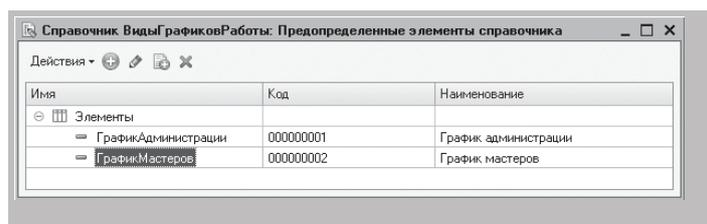

Рисунок 25.4 - Предeterminedенные графики работы
2.2 На закладке **Прочее** создадим для справочника два predeterminedенных графика работы (рисунок 25.4) – **ГрафикАдминистрации** и **ГрафикМастеров**.